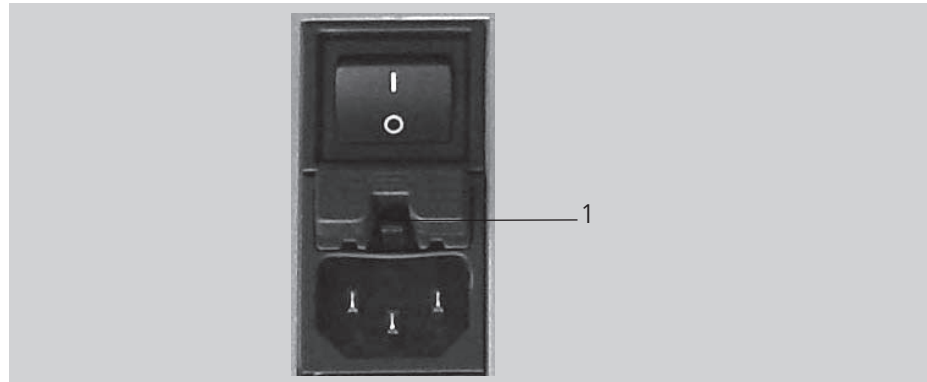

Bild 4-1 Sicherungshalter
- Drücken Sie die Lasche am Sicherungshalter (Bild 4-1/1) nach oben und lösen Sie den Sicherungshalter aus dem Gehäuse.